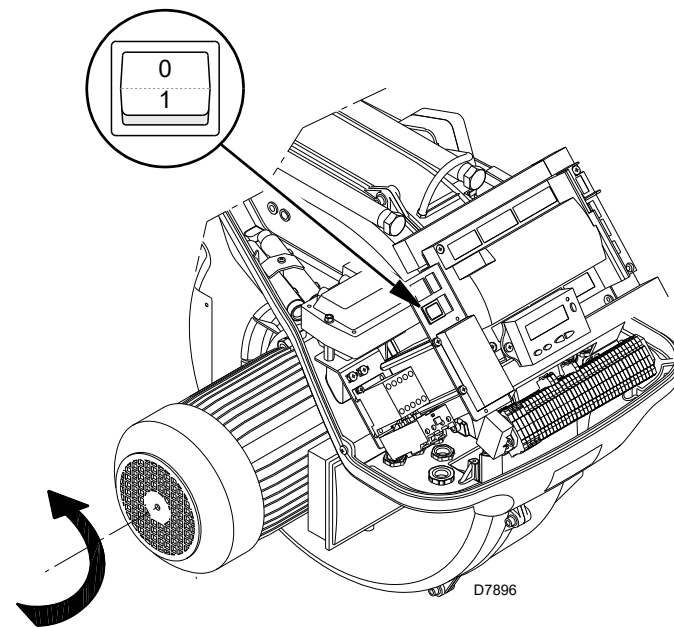

Fig. 30
Cerrar los termostatos/presostatos y poner el interruptor de la Fig. 30 en la posición "1".
Inmediatamente después del arranque del quemador posicionarse de frente al ventilador de refrigeración del motor ventilador y controlar que el mismo gire en sentido contrario a las agujas del reloj. Véase la Fig. 30. Si esto no ocurriese:
- colocar el interruptor de la Fig. 30 en la posición "0" y esperar que la caja de control ejecute la fase de apagado;
El quemador está en estado de espera de solicitud de calor o el selector "0-1" de la (Fig. 30 a pág. 32) está en la posición "0".